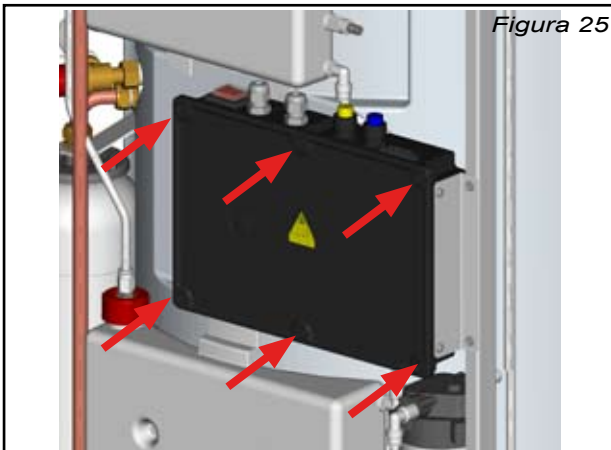

Figura 25
- 2) Svitare i sei perni di fissaggio posti sul coperchio per accedere alla scheda e ai cablaggi (figura 25)